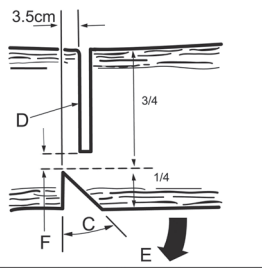

FIG. 1
Normalement, l'abattage consiste en deux coupes principales, l'entaille (C fig.1) puis la coupe (D fig.1) nécessaire à la chute de la branche.
- Commencer avec l'entaille inférieure (C) sur le côté de la branche en direction de la chute (E)
- L'entaille doit avoir une profondeur approximative (F) du quart du diamètre du tronc.
- Après l'entaille, effectuer la coupe (D) de l'autre côté de la branche à 3-5 cm au-dessus du niveau de l'entaille (fig 1).